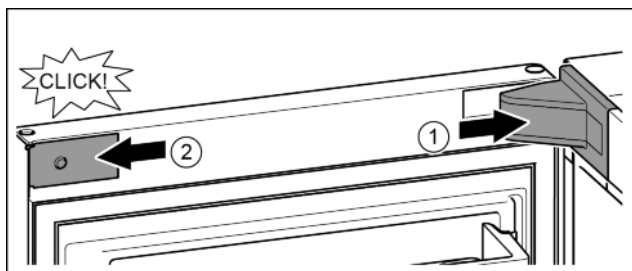

Fig. 16
- ▶ Applicare la copertura del blocco di supporto e inserirla a scatto, se necessario allontanarla con attenzione. Fig. 16 (1)
- ▶ Applicare la maschera lateralmente e inserirla a scatto. Fig. 16 (2)